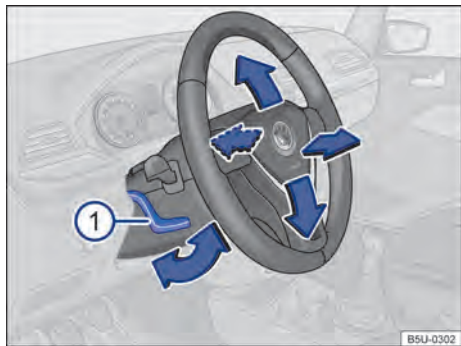

Fig. 56 Embaixo e a esquerda do volante junto com o revestimento da coluna de direção: alavanca de ajuste da posição do volante.
- Empurrar a alavanca → Fig. 56 ① para baixo e colocar o volante na posição desejada.